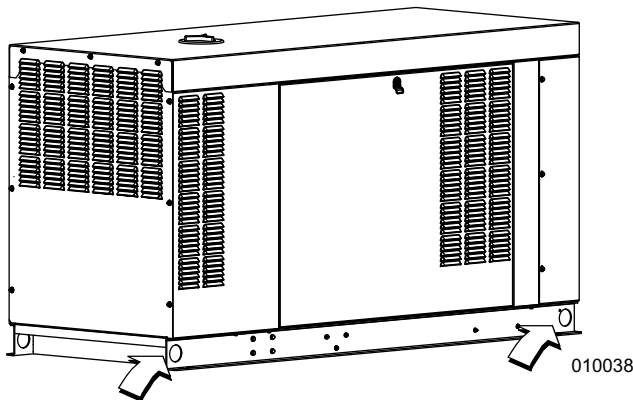

Figura 2-1. Puntos de elevación (cuatro lugares)
Consulte la Figura 2-1. Los planos de instalación muestran los puntos de elevación para fines de aparejamiento y elevación. Siempre fije los dispositivos de elevación y manipulación solo en los puntos designados. No use los puntos de elevación del motor o alternador para mover el generador.
- Consulte la Figura 2-1. Mantenga un espacio de trabajo despejado mínimo alrededor de cada lado del generador para facilitar el servicio o mantenimiento. Consulte el Artículo 110.26 del código NEC para obtener más información.